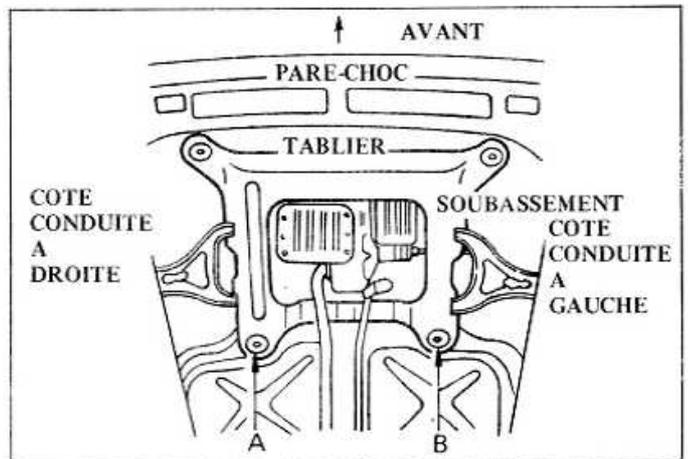

Fig. TM-42 (boîte de vitesse) Vue d'en bas
- (1) Lever la partie arrière droite de la caisse à l'aide d'un cric ("A" sur la figure TM-42). Vidanger la boîte de vitesse en dévissant le bouchon de vidange.
- (2) Placer et serrer le bouchon de vidange à un couple 2,5 à 3,5 kg-m (18 à 25 ft-lb).
- (3) Abaisser la caisse et retirer le cric. Lever la partie arrière gauche de la caisse ("B" sur la figure TM-42) à une hauteur suffisante pour permettre à un homme de travailler sous le châssis.
- (4) Faire le plein avec un volume de 1,8 à 2 L (1 3/8 US qts, 1 5/8 imp qts à 2 1/8 US qts, 1 3/4 imp qts) d'huile de boîte, par l'orifice de remplissage.